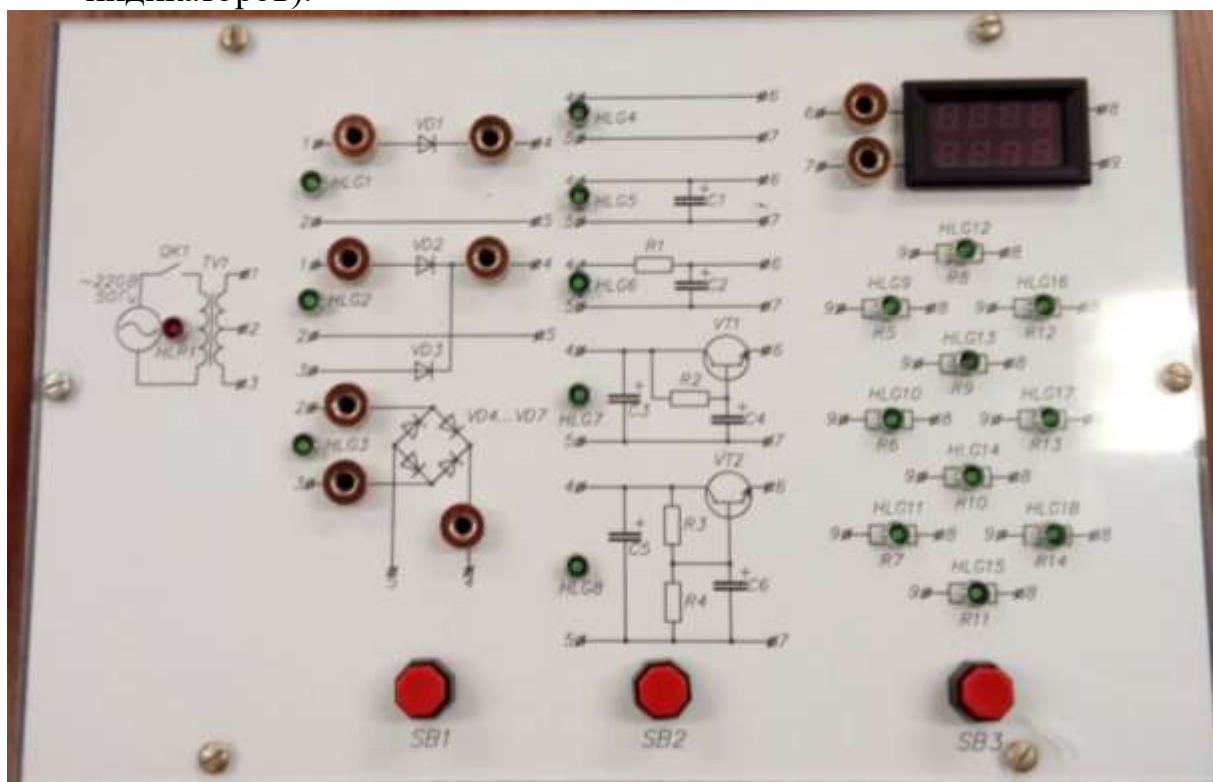

Рисунок 3.1 – Вид передней панели лабораторного макета
- Используя кнопочные переключатели SB1, SB2 и SB3 (см. рис. 3.1) выберите однополупериодную схему выпрямления, отключите сглаживающие фильтры и подключите нагрузку 150 Ом (контролируйте правильность выбора по состоянию светодиодных индикаторов).